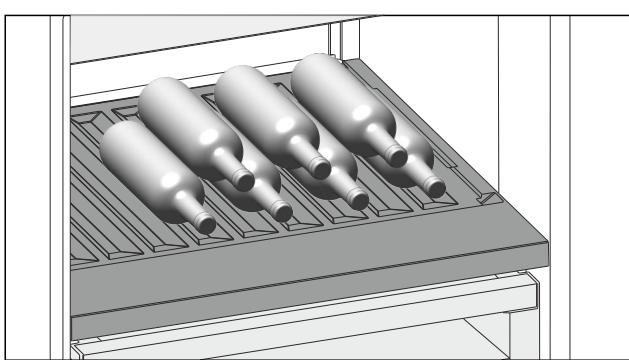

Fig. 143
- Поставяйте бутилките с дъното назад към задната стена. (виж Fig. 143)